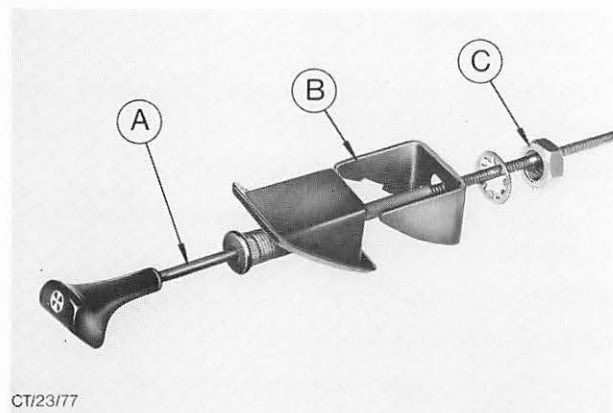

Abb. 23 Einzelteile – Betätigungs zug-Startvergaser
9. Betätigungs zug von der Führungsschnur lösen und herausnehmen. Schnur **nicht** herausziehen. Hinteren Halter B, Abb. 23, sowie Haltemutter und Zahnscheibe auf der Schnur lassen.